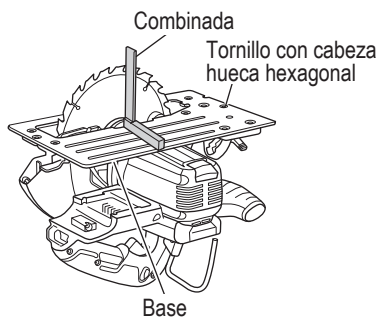

Fig. 35
6. Ajuste de la base y la hoja de sierra para mantener la perpendicularidad (Fig. 35)
- (1) Gire la base hacia arriba (Fig. 35) y afloje la palanca de inclinación.
- (2) Aplique una escuadra a la base y la cuchilla de la sierra y, girando el tornillo con cabeza hueca hexagonal con una llave de barra hexagonal de 3 mm, desplace la posición de la base hasta conseguir el ángulo recto deseado.